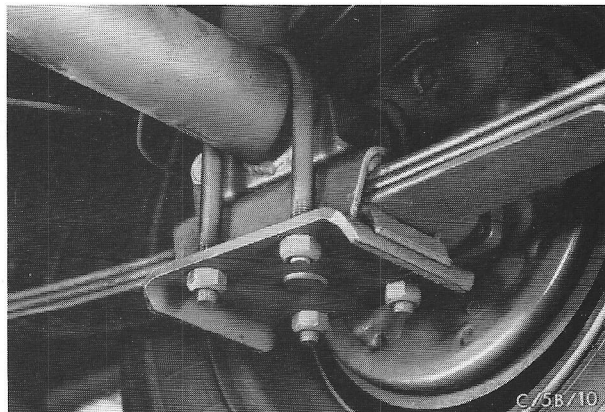

Fig.17 Bevestiging van de achterbrug op de veren.
8. Leg de achterbrug in de veren en let erop dat de torenbouten en het bovenste isolatierubber goed op hun plaats liggen (fig.17). Bevestig de cardanas aan de pignonflens; draai de bouten nog niet geheel vast (gebruik nieuwe veerringen).